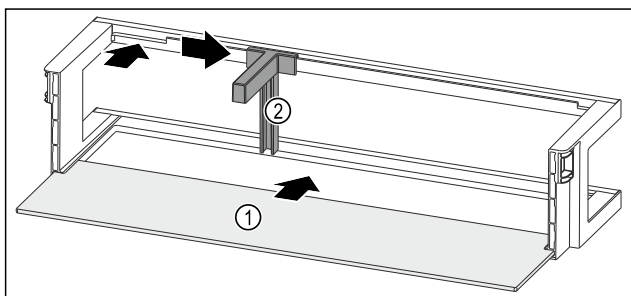

Fig. 53 Durų lentynėlė su lentyna
- ▶ Įstumkite lentyną Fig. 53 (1) į šonines angas.
- ▶ Įdėkite butelių laikiklį Fig. 53 (2) į angą.
- ▶ Nustumkite butelių laikiklį Fig. 53 (2) į norimą padėtį į šoną.